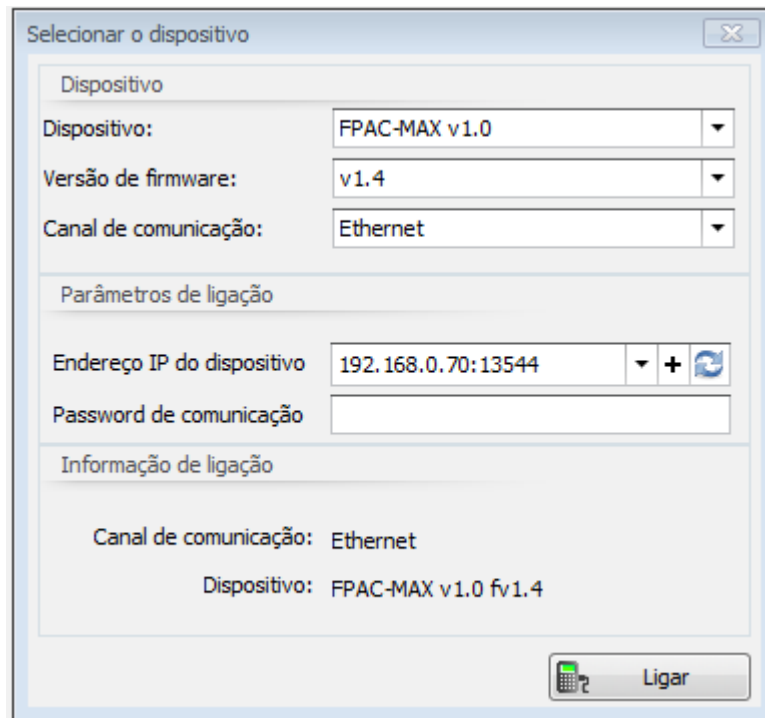

Fig. 6 Janela de seleção de dispositivos em software AC-MAX HW
4. Na janela aberta (fig.6) seleccione o dispositivo *FPAC-MAX v1.0* Fingerprint READER, o firmware *1.4* e o canal de comunicação Ethernet.